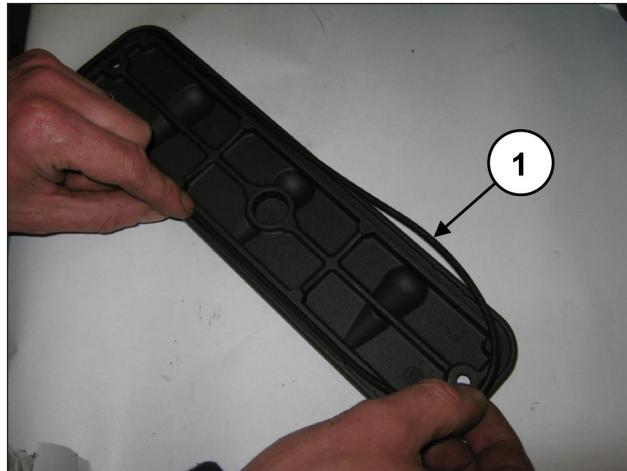
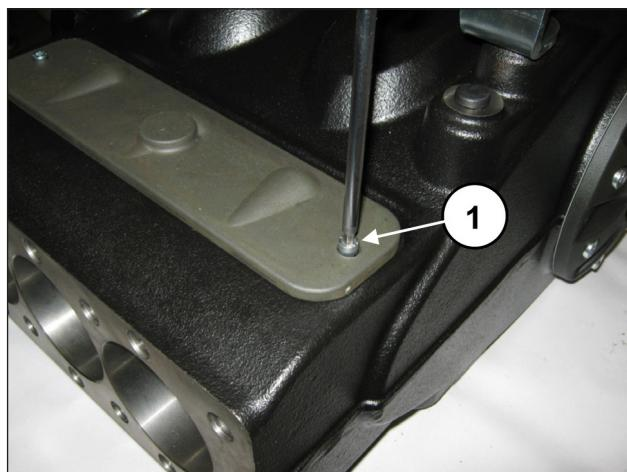

图 191
图 192
在检测盖上插入O形圈（位置①，图 191），并使用2个M6x14螺栓（位置①，图 192）和2个M6x40螺栓安装盖子。